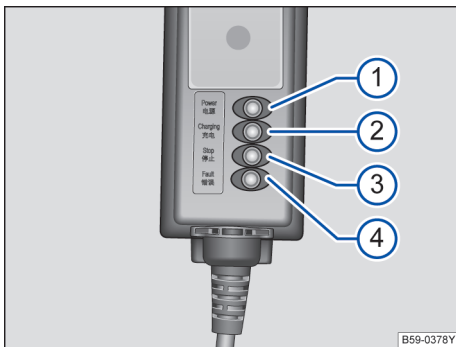

图 133 充电电缆上的控制盒
→ 图 133 的图例：
①电源指示
插上电源插头，显示→图 133 ① 亮起。
②充电指示。
在高压蓄电池充电期间，显示→图 133 ② 常亮。
显示→图 133	含义和补救措施